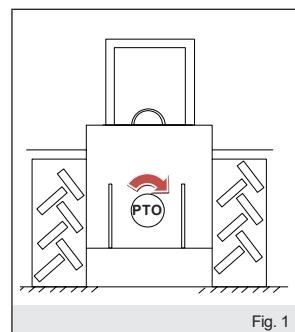

Fig. 1
Per rispettare la corretta sequenza di fase L1-L2-L3, la presa di forza del trattore deve girare in senso orario (vedi fig.1).
To respect the correct phase sequence L1-L2-L3, the P.T.O. must turn in clockwise rotation (see fig.1).
Pour se conformer à l'ordre correct des phases L1-L2-L3, la prise du fource doit tourner dans le sens horaire (voir fig.1).
Die richtige Phasenfolge L1-L2-L3 ist zu beachten, die Zapfwelle des Traktors im Uhrzeigersinn drehen (siehe Abb.1). Die im Benutzungsland geltenden Sicherheitsnormen beachten.
Para cumplir con la secuencia de fases correcta L1-L2-L3, la toma de fuerza del tractor debe girar en sentido horario (ver fig.1).
- la capucha de protección (fig.1) esté en condiciones perfectas y bien fijada. La capucha debe cubrir la protección de la junta cardánica por al menos 50 mm e impedirá el contacto accidental de las manos con piezas en movimiento.